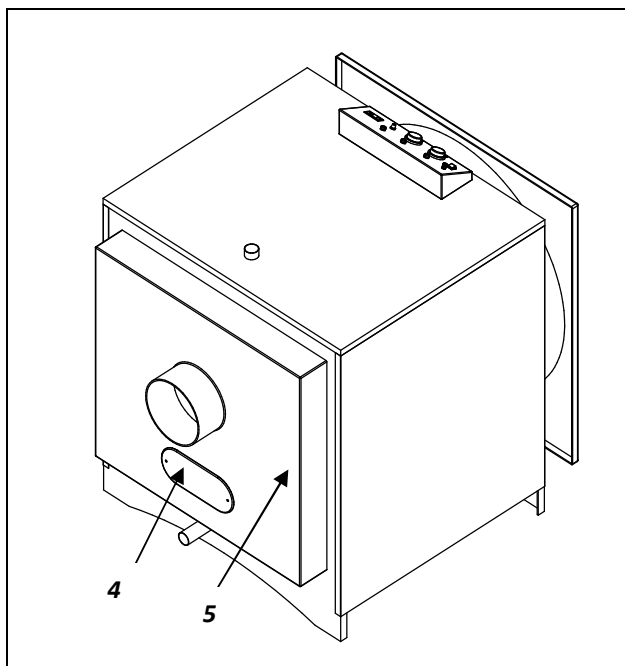

Рис. 15 Вид сзади - дымосборная камера и лючок.
6. Демонтируйте лючок **4** дымосборной камеры **5** открутив 2 гайки (см. рис. 15). Произведите очистку дымосборной камеры от золы промышленным пылесосом;